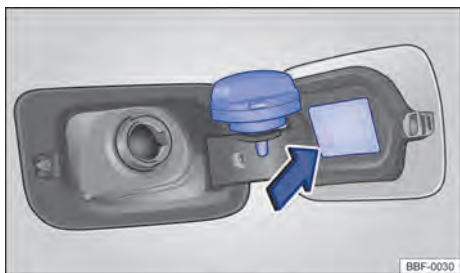

Fig. 180 Portinhola do tanque de combustível aberta com a tampa do tanque de combustível pendurada.
- Remover a tampa do tanque girando-a no sentido anti-horário e encaixá-la no suporte na portinhola do tanque → Fig. 180.